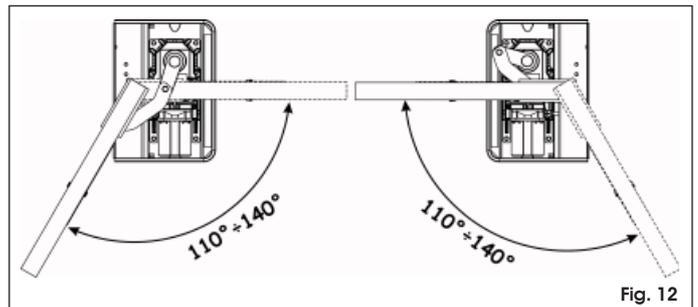

Fig. 12
**👉 pour définir le positionnement exact de l'opérateur avec les leviers pour des ouvertures à 110° et 140°, se référer à la Fig. 12. Dans tous les cas, le pignon de l'opérateur doit se trouver du côté contraire au sens d'ouverture des vantaux.**